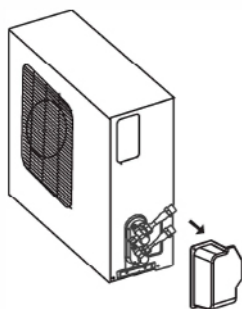

Fig. 6.1
1. Enlevez d'abord le bac d'eau sur l'unité d'extérieur tel qu'indiqué dans la Fig.6.1.